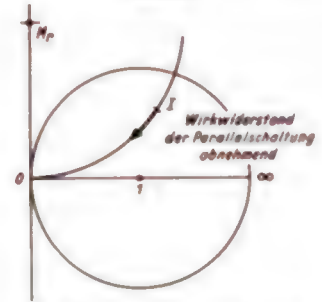

Bild 6. Parallelschalten zweier Wirkwiderstände
- b) Er muß die x-Achse im Punkt 0 berühren (Bild 6).
- c) Sein Mittelpunkt (M_x) muß auf der durch $x = 0$ gehenden y-Achse liegen (Bild 6).